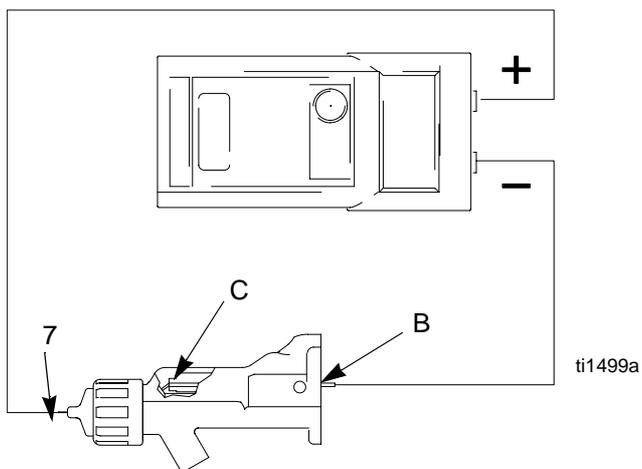

Fig. 17. Pruebe la resistencia del electrodo
1. Introduzca una varilla conductora (B) en el cañón de la pistola (que se desmontó para la prueba de la fuente de energía) y apriétela contra el contacto metálico (C) de la parte delantera del cañón.
2. Mida la resistencia entre la varilla conductora (B) y el electrodo (7). La resistencia debe estar comprendida entre 20 y 30 megaohmios. Vea Fig. 17.